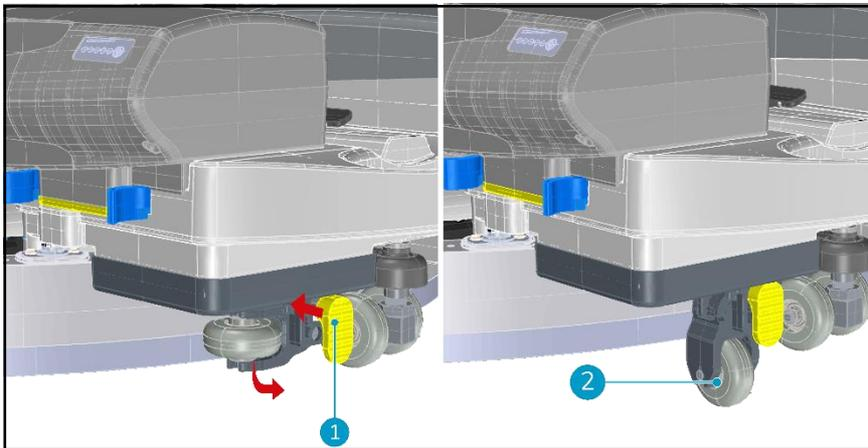

Figura 25
2. Spingere la leva (Figura 25, pos. 1) seguendo la freccia .
3. Tirare il kit di sollevamento verso il basso. La ruota scenderà (Figura 25, pos. 2).